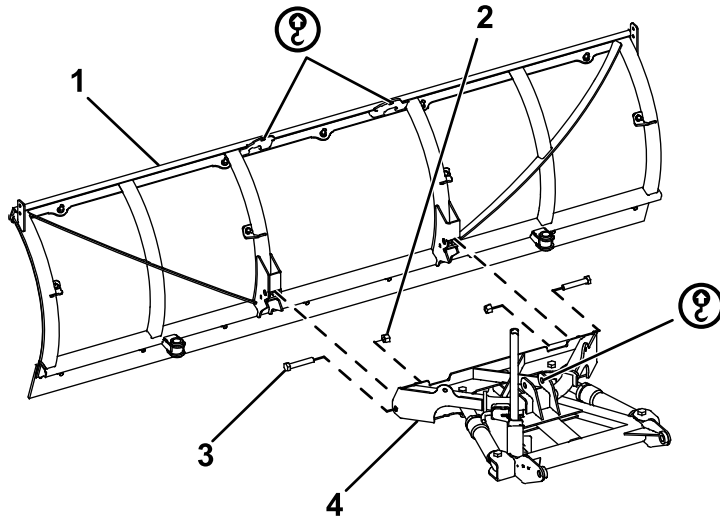

Figura 3
1. Conecte la parte delantera del bastidor de empuje a la pala del quitanieves con 2 pernos (5/8" x 4") y tuercas autoblocantes (Figura 3). Apriete los pernos a 153 N·m (113 pies-libra).